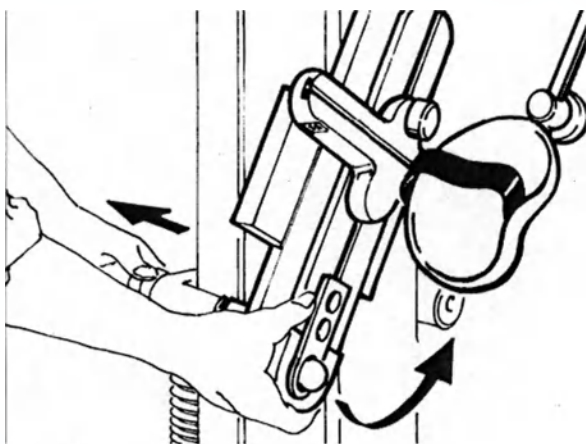

рис. 1
В зависимости от того, сустав правого или левого плеча мы собираемся разрабатывать, механическую руку следует зафиксировать на правом или левом центре вращения (см. Рис. 1, 2). Сбоку от этих центров вращения имеются надписи, позволяющие не перепутать, на каком из центров вращения должна быть зафиксирована механическая рука при каждом виде реабилитации". Центры вращения обозначены цифрой 5 на рисунке
- Выкрутите фиксатор (22), придерживая при этом механическую руку (рис.1). Механическая рука имеет крепление в верхней части аппарата и может совершать вокруг него маятниковые движения. Переместите механическую руку к другому центру вращения (рис. 2), и закрутите фиксатор (22).